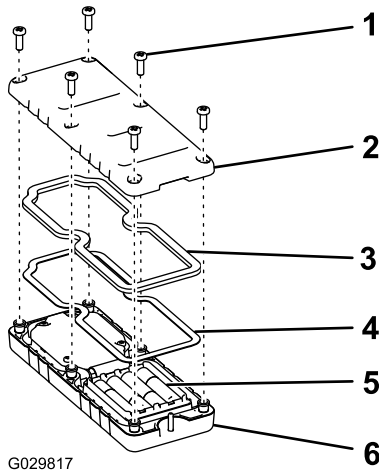

Figure 16
2. Placez chaque pile dans un des emplacements du logement en respectant la polarité (Figure 16).
3. Veillez à bien engager le joint en acier et le joint en caoutchouc dans la gorge de la télécommande puis remettez le couvercle arrière en place (Figure 16).
4. Fixez le couvercle avec 6 vis (Figure 16) serrées à un couple de 1,5 à 1,7 N·m.